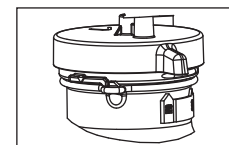

Figure 4
2. Tournez l'indicateur sur le capuchon à la position « On » (marche) pour appliquer le savon (figure 4).